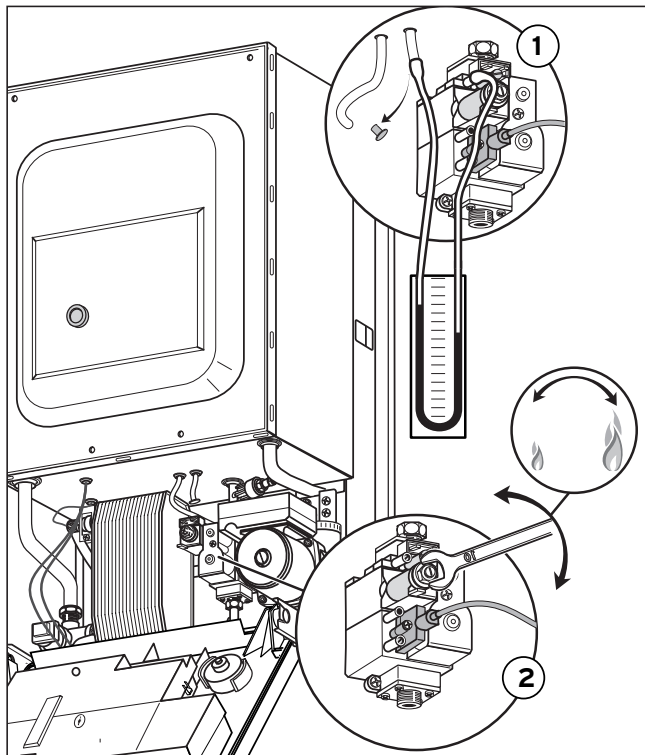

Abb. 5.3 Nennbelastung einstellen
Um die größte Wärmebelastung einzustellen, gehen Sie bitte wie folgt vor (siehe Abb. 5.3):
- Nehmen Sie das Digital-Manometer oder U-Rohr-Manometer wieder ab, drehen Sie die Dichtungsschraube (1, Abb. 5.3 oder 5.4) an der Gasarmatur wieder fest und drehen Sie den Stopfen auf.